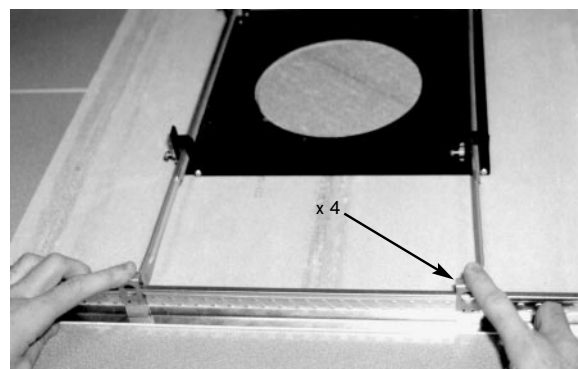

Figura 4 Colocación de las abrazaderas del soporte
2. Apriete las abrazaderas de las barras en los carriles del techo (FIGURA 4). Deslice la placa de base hasta la posición deseada sobre el panel de techo.